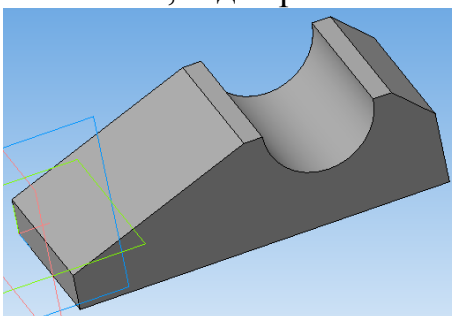

Рис. 2
2. Примените операцию *Выдавливание* , которая находится на панели *Редактирование детали* , задав расстояние – 45 мм (рис. 2).